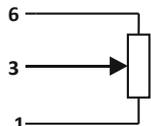

Рис. 8 Регулировка внешним потенциометром
- внешним потенциометром 20кОм(см.рис.8).